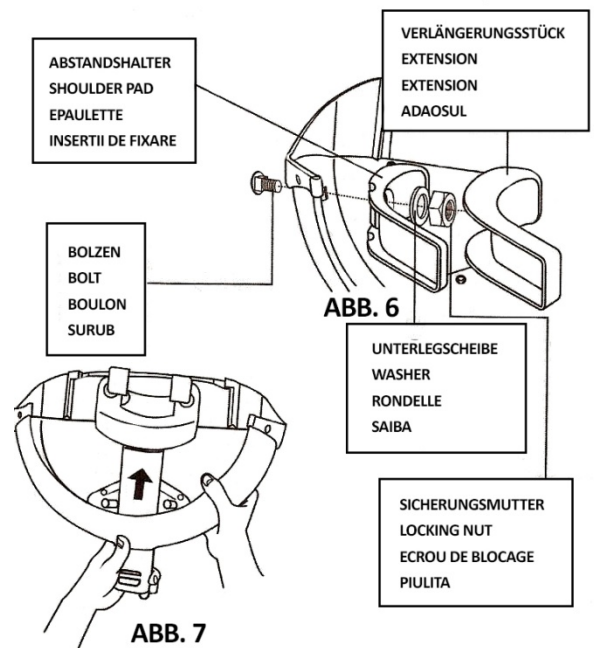

ABB. 7
Der Sicherungsarm(D) lässt sich zur platzsparenden Aufbewahrung in die vordere Abdeckung(A) schieben. Das AUTOLOCK Lenkradschloss muss dazu entarretiert und die Verriegelungsstange(C) herausgezogen sein. Dann den Sicherungsarm(D) bis zum Anschlag in die vordere Metallabdeckung(A) schieben, wobei sich die erhöhte "Lippe" auf der Unterseite befinden muss (berührt die Abdeckung). **(ABB. 7)**